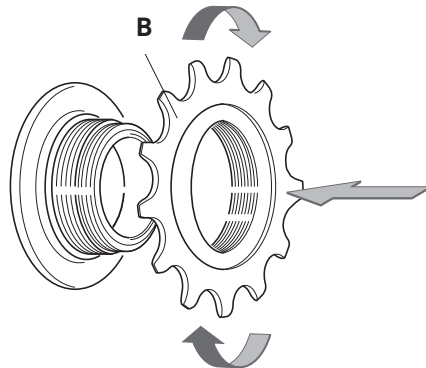

Fig. 7
- Monte el piñón fijo (B - Fig. 7) en el cuerpo roscado del buje enroscándolo en sentido horario hasta el tope, utilizando una llave con cadena cód. Campagnolo® UT-CS060.